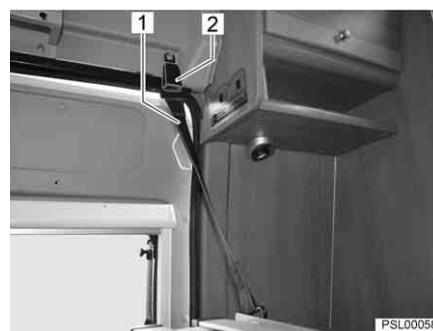

Fig. 40 Cinghia di arresto, letto basculante
- Lasciare ingranare la cinghia di arresto (Fig. 40,1) sul lato destro del letto basculante nella chiusura della cintura (Fig. 40,2).